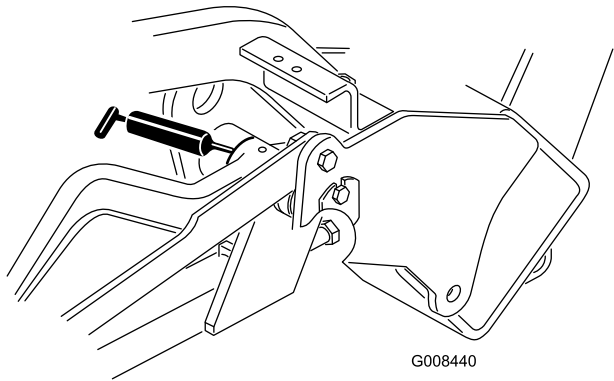

Figura 35
- Brazos de elevación (3) (Figura 35)